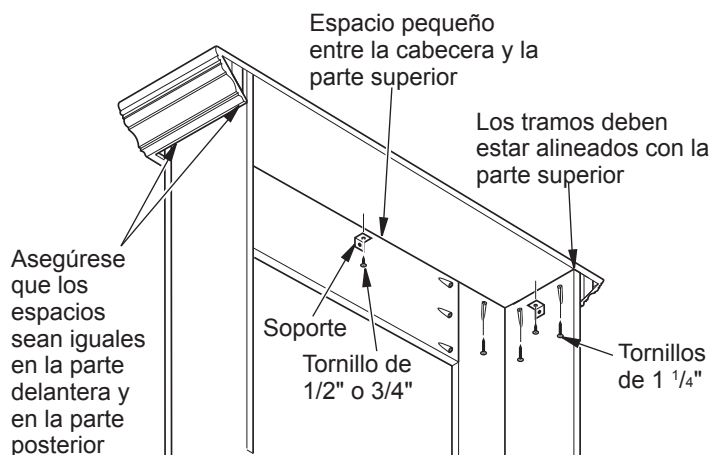

Figura 8 - Cómo fijar la parte superior de la repisa al ensamble de los tramos y cabecera
2. Asegúrese que la repisa para chimenea esté centrada entre los lados izquierdo y derecho dentro de la parte superior y que la parte trasera de los tramos esté alineada con la parte posterior de la parte superior. El espacio entre la parte superior de la repisa para chimenea y el tramo debe ser el mismo que del frente a la parte posterior (consulte la figura 8). Utilice los tornillos de 1 1/4" incluidos a través de los orificios angulares de los ensamblajes laterales y del frente para fijar la parte superior de la repisa.
3. Fije los soportes complementarios por medio de los tornillos de 1/2" o 3/4" suministrados en el juego de piezas de ferretería para soporte. Utilice 3 soportes para fijar la parte superior al ensamble de la repisa para chimenea: uno en la parte posterior de cada tramo lateral ensamblado y uno en el centro de la cabecera (consulte la figura 8).